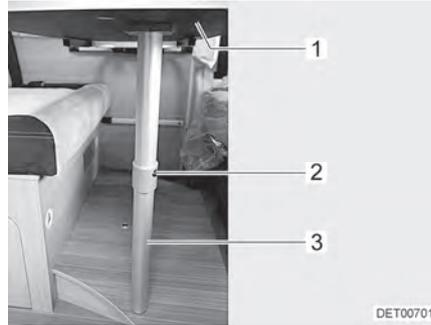

Fig. 60 Sommier de lit
- Soulever légèrement le plateau de table (Fig. 60,1) à l'avant.
- Appuyer sur le bouton de déverrouillage (Fig. 60,2) et rabattre la partie inférieure du pied d'appui à joint (Fig. 60,3) de 90°.